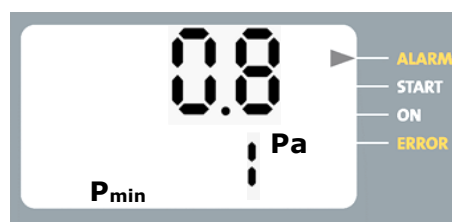

Abb. 21: Alarmzustand
2. Dauert eine Druckunterschreitung länger als die Glättungszeit  $T_v$ , geht der DS 01 M in den Alarmzustand (Abb. 21), der Pfeil steht bei ALARM.